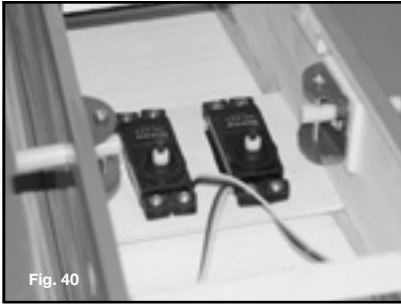

Fig. 40
Install the steering servos as shown (Fig. 40).
*Plaats de stuurservo's zoals op fig. 40.
Installez les 2 servos de profondeur et direction comme montré (Fig. 40).